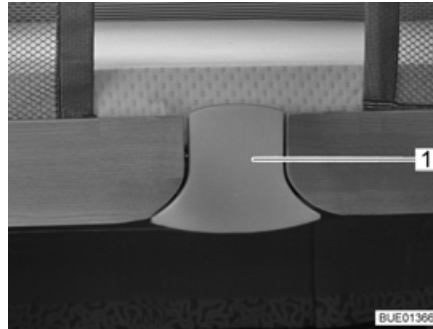

Fig. 118 Déverrouillage
- Retirer la plaque de déverrouillage (Fig. 118,1) par le bas. Le dispositif de verrouillage est alors débloqué.